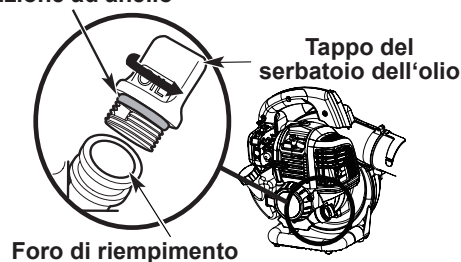

Fig. 9
3. Pulire l'area intorno al tappo del serbatoio dell'olio (Fig. 9) per evitare l'ingresso di detriti nel foro di riempimento.
Nota: assicurarsi che la guarnizione ad anello sia posizionata sul tappo del serbatoio dell'olio (Fig. 9).
1. Pulire l'area intorno al tappo del serbatoio dell'olio (Fig. 9) per evitare l'ingresso di detriti nel foro di riempimento.
- Nota: assicurarsi che la guarnizione ad anello sia posizionata sul tappo del serbatoio dell'olio (Fig. 9).